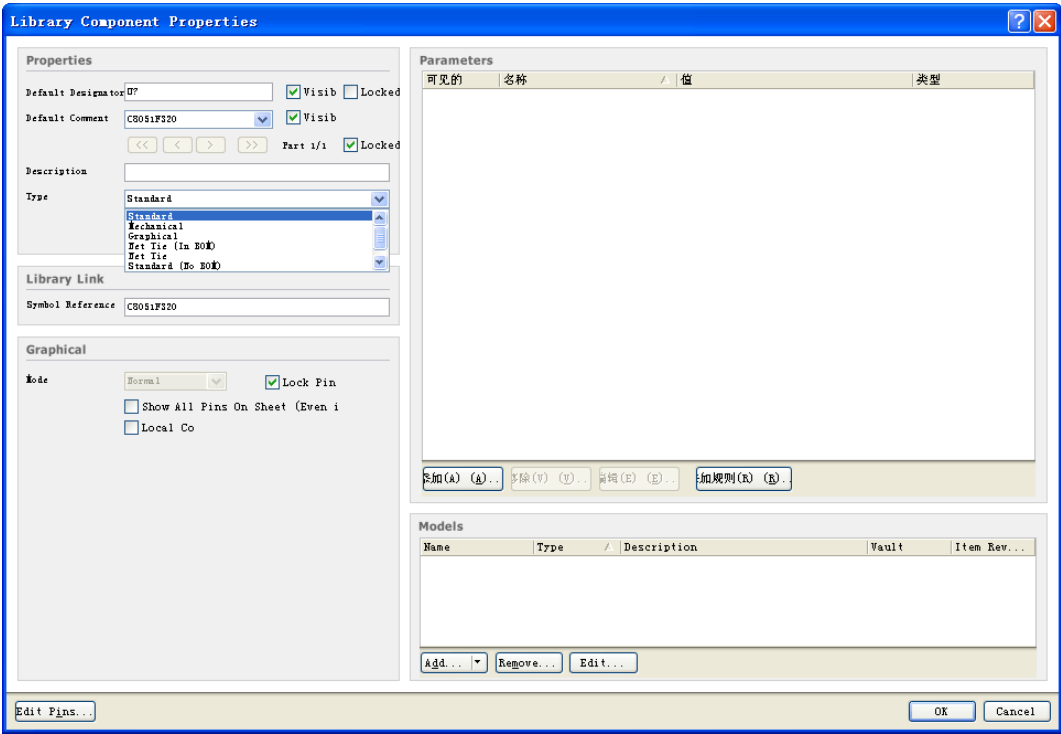

图 11-11 “Library Component Properties” 对话框
Step1 双击“SCH Library（SCH 元件库）”面板原理图符号名称栏中的库元件名称“C8051F320”，系统弹出如图 11-11 所示的“Library Component Properties（库元件属性）”对话框。在该对话框中可以对自已所创建的库元件进行特性描述，并且设置其他属性参数。主要设置包括以下几项：